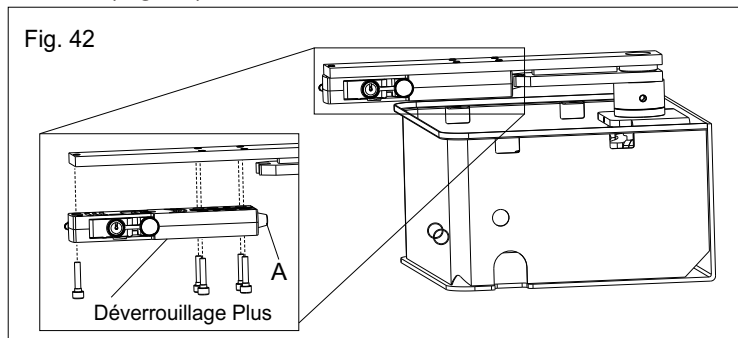

Fig. 42
**13.2.** Graisser le pivot d'accrochement (A) et monter le système de déverrouillage sous l'ensemble vantail, utilisant les 5 vis fournies (Fig. 42).